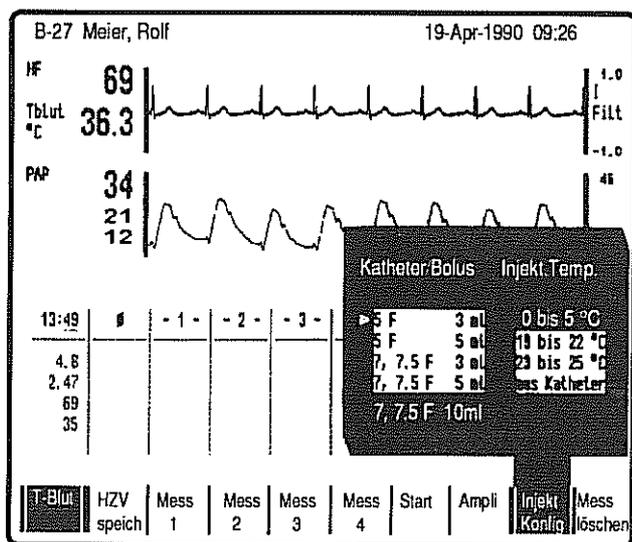

Bild 9
- * Öffnen Sie mit Taste **F9 Injekt Konfig** das Bildschirm-Fenster (Bild 9) und geben Sie an, welche Kombination Kathetergröße/Injektatmenge Sie verwenden. Bewegen Sie dazu den Cursor mit den Pfeiltasten auf die zutreffende Kombination und bestätigen Sie die Eingabe mit Taste **E**. Geben Sie des weiteren in diesem Fenster an, ob Sie die Injektattemperatur mit einer Sonde messen (Position "aus Katheter" oder welche Temperatur das Injektat hat (auch hier mit den Pfeiltasten den Cursor auf das entsprechende Feld bewegen und Taste **E** drücken).